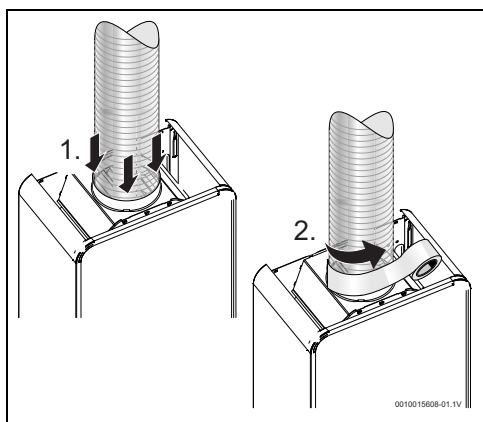

Fig. 12
- debe introducirse en el interior del anillo de la chimenea (→ dimensión del anillo en la Tab. 5), sin huecos, y apoyarse en las conexiones. Si hay huecos, la conexión debe sellarse con material adecuado (Fig. 12),